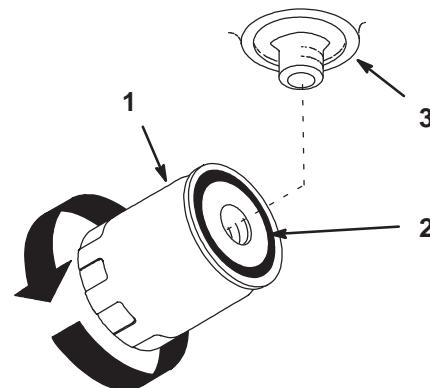

Bild 33
3. Ölen Sie die Gummidichtung am Ersatzfilter (Bild 33) leicht mit Frischöl ein.
4. Setzen Sie den Ersatzfilter auf den Filterstutzen. Drehen Sie den Ölfilter im Uhrzeigersinn, bis die Gummidichtung den Anbaustutzen berührt. Ziehen Sie den Filter dann um eine weitere 1/2 Umdrehung fester (Bild 33).